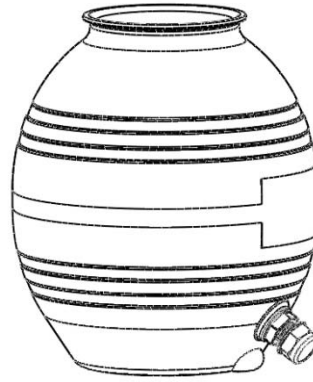

Rys. 1
1. Za pomocą dostarczonych śrub zamocować pompę obok filtra piaskowego. (Rys. 1)